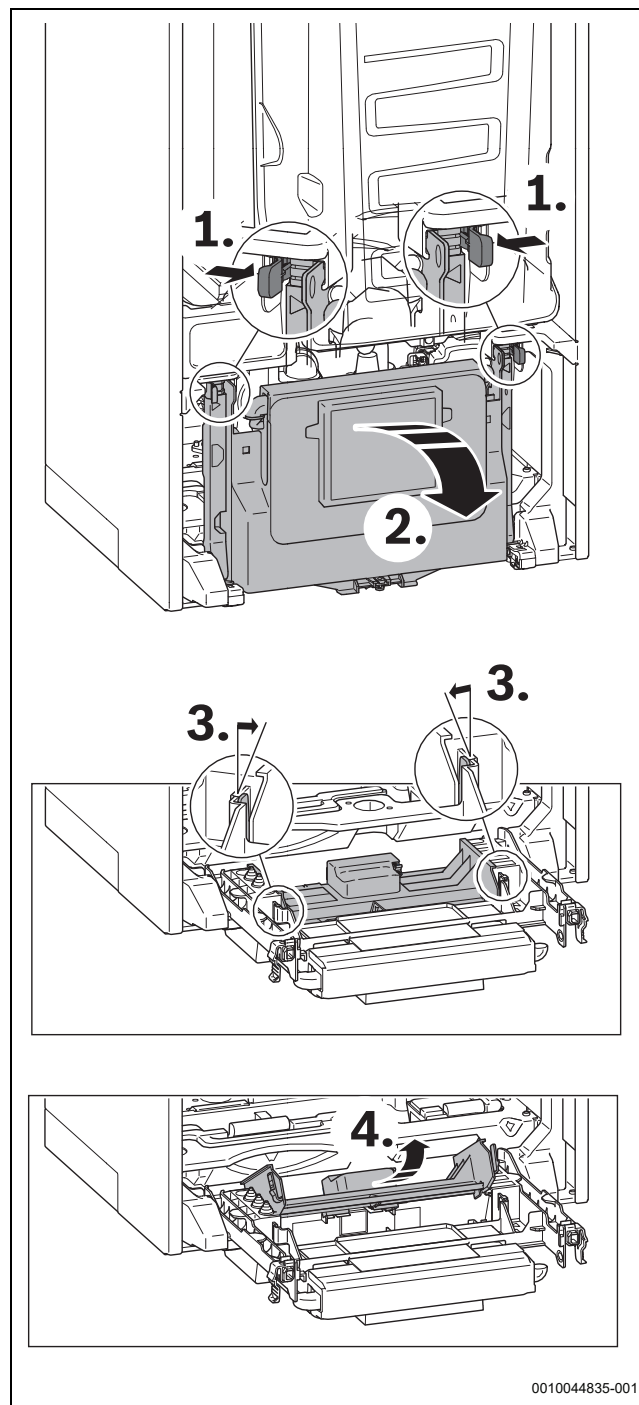

Fig. 38 Ouvrir l'appareil de commande
- ▶ Rabattre l'appareil de commande (→ fig. 38).